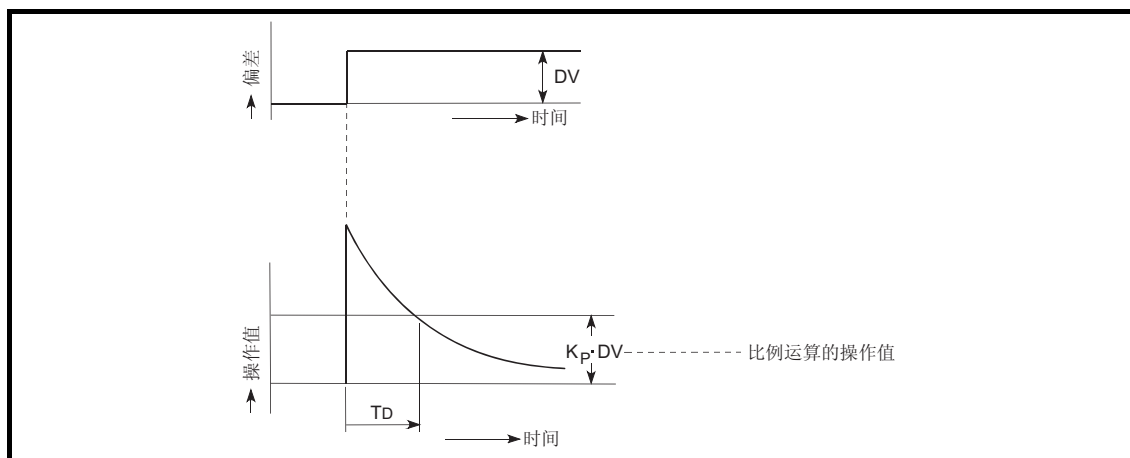

图 1.5 偏差为常量时的微分运算
- (3) 当偏差为某一常量阶跃响应时的微分运算如图 1.5 所示。